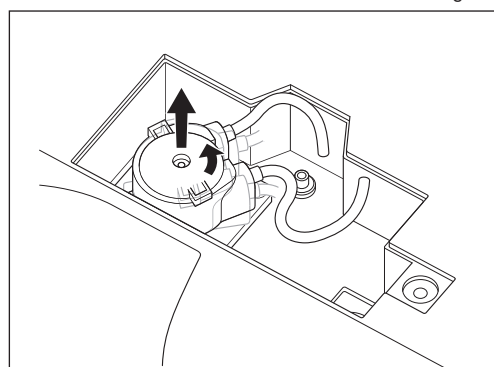

Fig. 53
- 5) Gire el conjunto de bomba de irrigación en sentido contrario a las agujas del reloj hasta que haga clic y tire de él (Fig. 53).